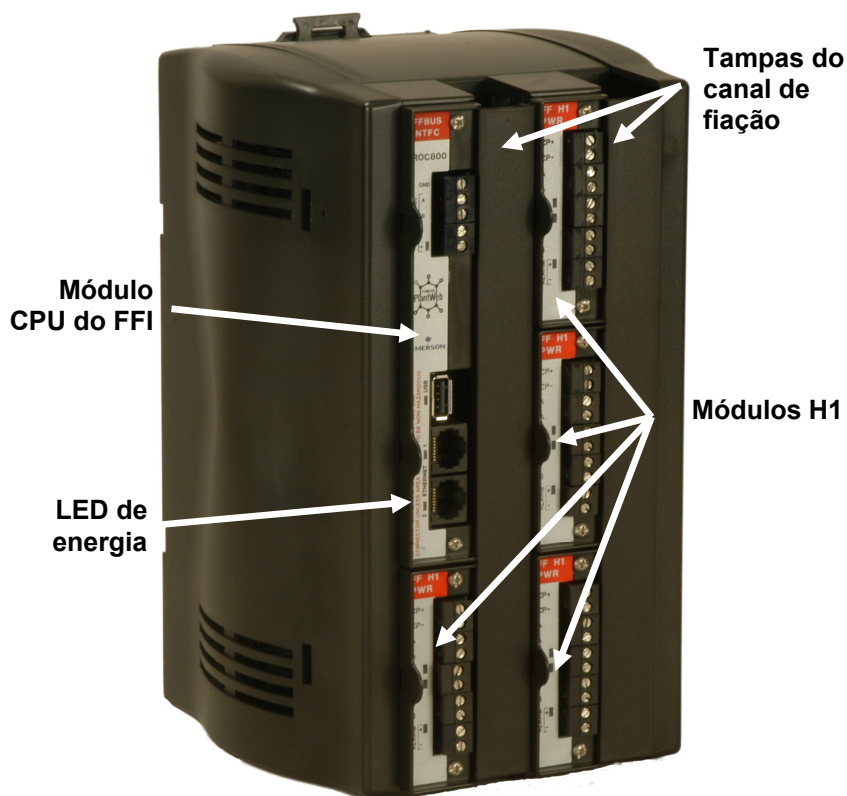

Figura 13. FOUNDATION Fieldbus Interface
3. Pressione as tampas do canal de fios para que elas se encaixem nos canais de fiação, quando a fiação dos blocos de terminal estiver concluída. Consulte a *Figura 13*.
4. Ligue a energia para inicializar o FFI. O indicador LED de energia no FFI (consulte a *Figura 13*) deve acender em verde para indicar que a tensão aplicada está correta.